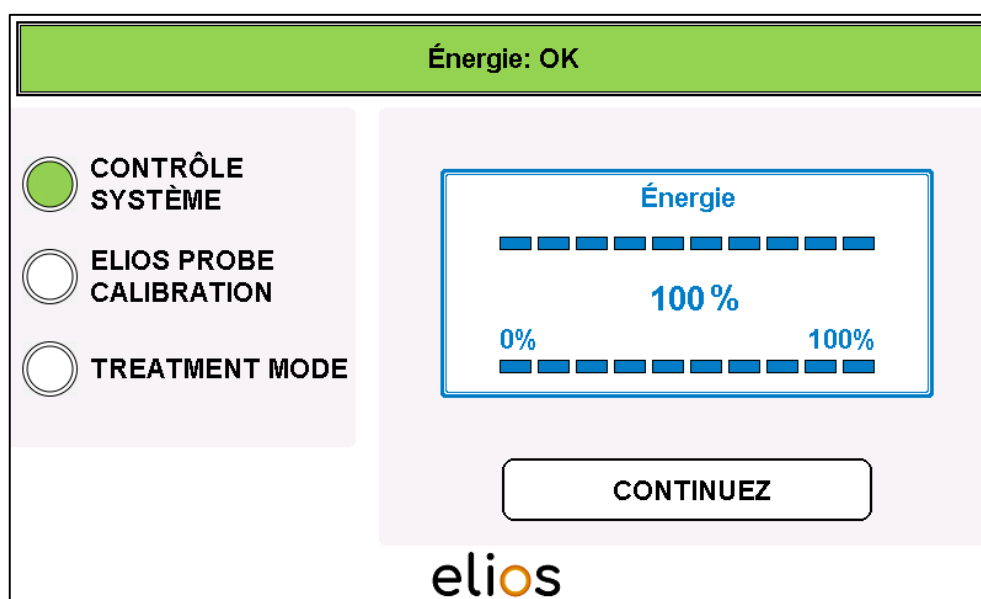

Fig. 4-3: Contrôle interne de l'énergie
- Dès que l'interrupteur à pédale est relâché, vous pouvez appuyer sur le bouton « **CONTINUEZ** » pour passer à la ELIOS PROBE CALIBRATION (Fig. 4-3).